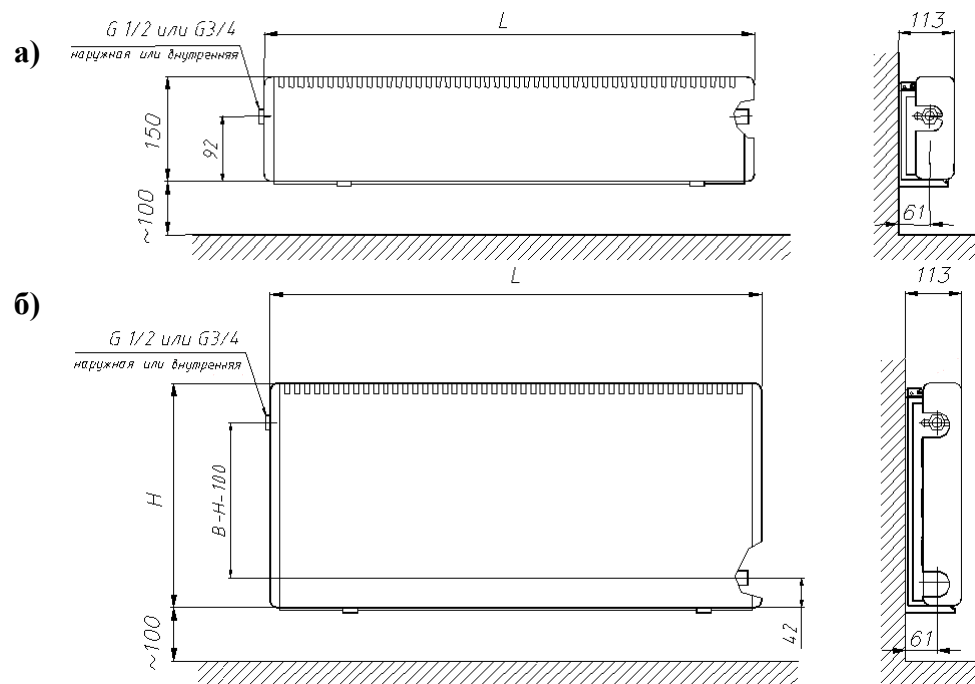

Рис. 2. Конвектор «Изотерм» настенный сквозной РКНС-М.
4.2. Размеры изделий представлены на Рис1, Рис.2 и в табл. 1.